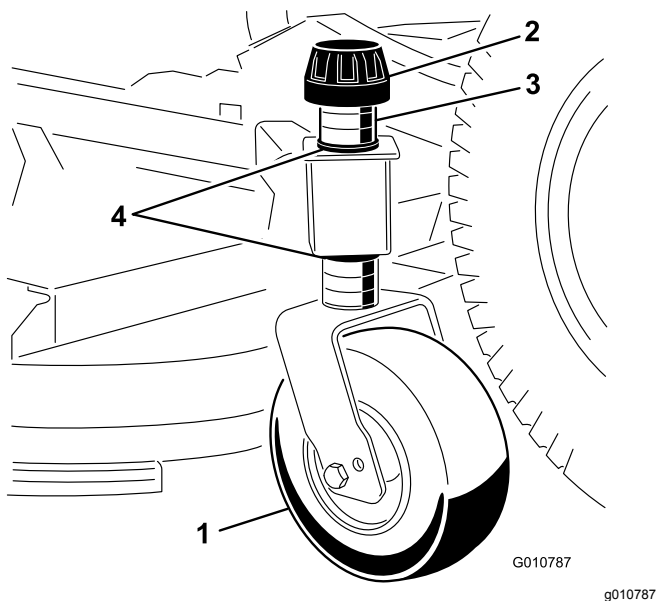

Figure 10
1. Enlevez le chapeau de tension qui fixe la roue de jauge aux supports de l'unité de coupe (Figure 10).